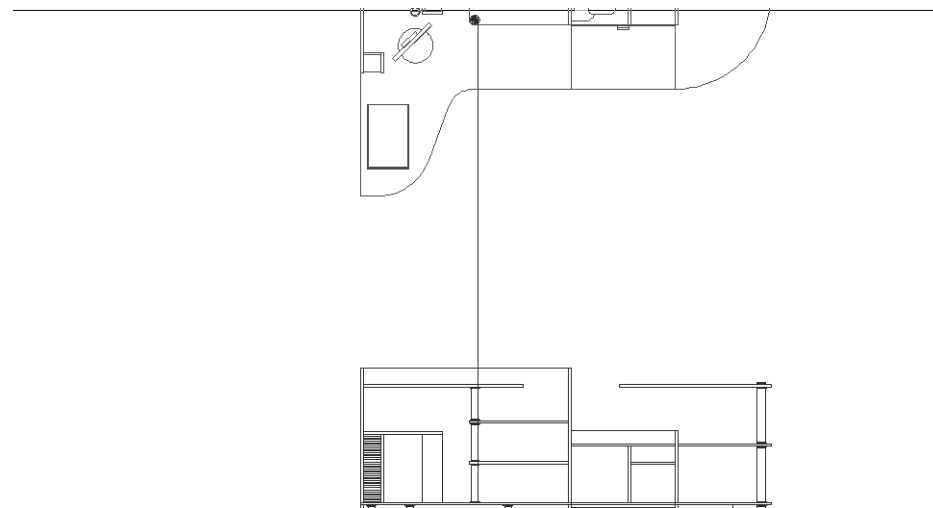

Рис. 9.9 ▼ Вертикальная линия продлена до нужной длины
8. Измените масштаб просмотра так, чтобы видеть чертеж опоры и на виде сверху, и на главном виде, а затем продлите вертикальную линию, начинающуюся на правом квадранте вниз до пересечения с контуром столешницы на главном виде (рис. 9.9).